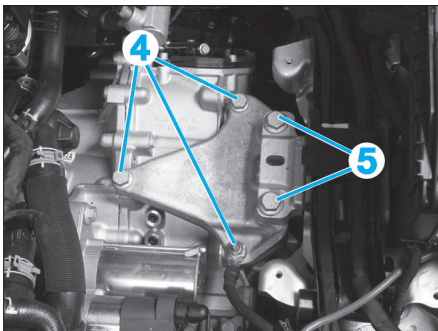

Fig. 8
- Déposer les vis de fixation (4) et (5) puis retirer le support de boîte de vitesses (Fig.8).